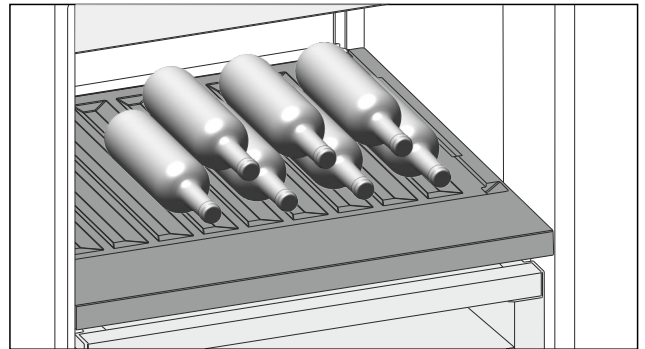

Fig. 166 Beispielhafte Darstellung
- ▶ Flaschen mit dem Boden nach hinten zur Rückwand einlegen. (siehe Fig. 166)